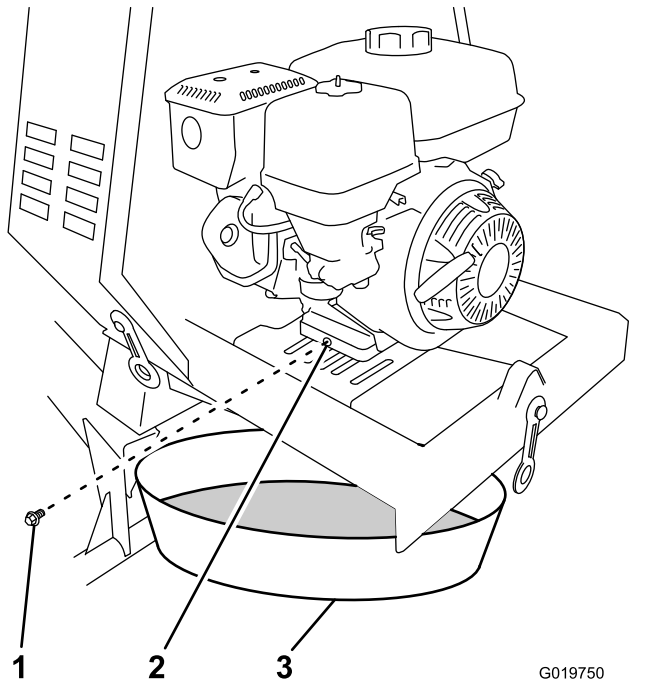

Figura 43
- Coloque un recipiente debajo del orificio de vaciado de aceite del motor (Figura 43).
- Retire el tapón de vaciado y recoja el aceite en el recipiente (Figura 43).
- Cuando se haya drenado completamente el aceite, coloque el tapón de vaciado con una arandela nueva (Figura 43).